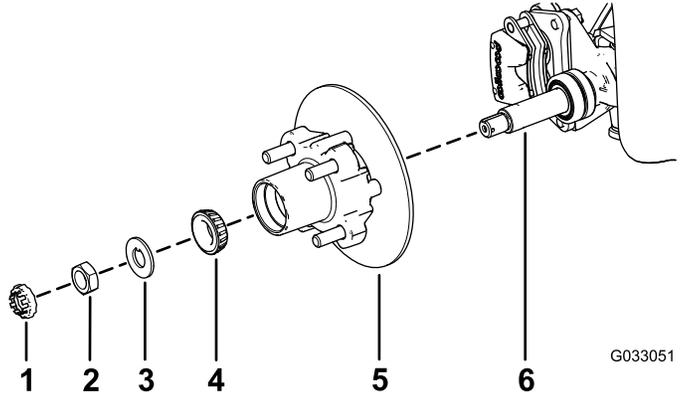

Bild 27
1. Fetten Sie die Spindel leicht mit der angegebenen Fettsorte ein (**Bild 27**).
2. Montieren Sie die Radnabe und den Drehzylinder an der Spindel mit dem Drehzylinder innen (**Bild 27**).
3. Montieren Sie das Außenlager an der Spindel und setzen das Lager auf den äußeren Lagerring (**Bild 27**).
4. Legen Sie die Nasenscheibe auf die Spindel (**Bild 27**).
5. Schrauben Sie die Spindelmutter auf die Spindel und ziehen Sie die Mutter auf ein Drehmoment von 15 N·m an, während Sie die Radnabe drehen um das Lager zu fixieren (**Bild 27**).
2. Fluchten Sie die Bremsbeläge mit jeder Seite des Drehzylinders (**Bild 23**) und die Löcher in der Bremsbackenhalterung mit den Löchern im Bremshalter des Spindelrahmens aus (**Bild 27**).